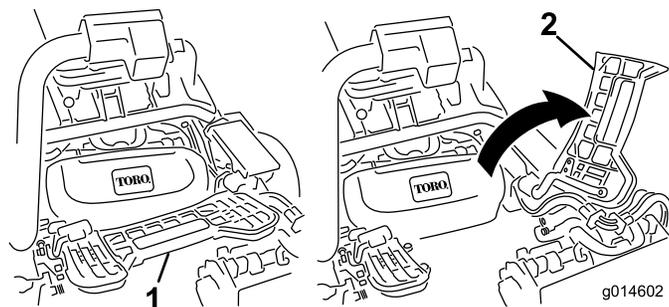

図 12
7. 中央カッティングユニットを取り付ける時は、フットレストを跳ね上げて取り付け位置へのアクセスを確保する（図 12）。